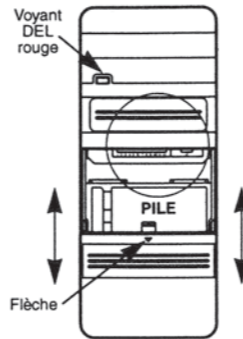

Fig. 1
- Appuyer fermement au-dessous de la flèche et faire glisser le couvercle (Fig. 1).